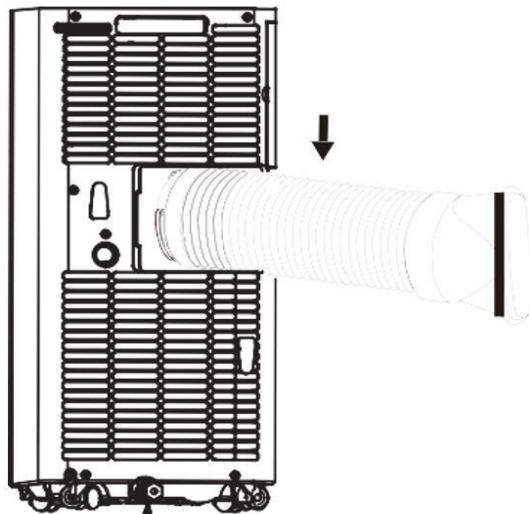

Fig. 1
- Avvitare il tubo flessibile dell'aria di scarico (con adattatore) all'uscita dell'aria di scarico sul retro dell'apparecchio (in senso antiorario, fig. 1).